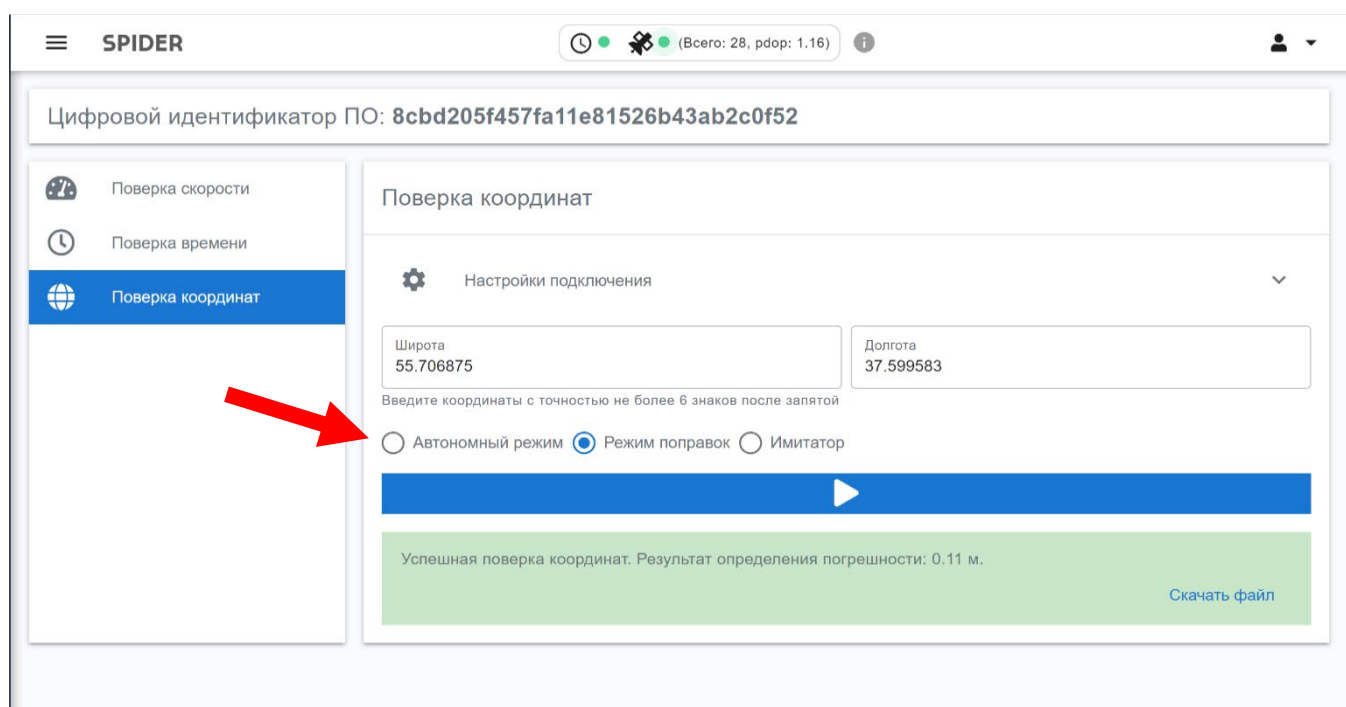

Рисунок 12 – Интерфейс проверки координат
6.7.6.2. Для проверки координат необходимо выбрать режим определения координат (см. рисунок 12). Для проверки координат в условиях радиовидимости спутников необходимо использовать режимы «Автономный режим» и «Режим поправок». Для проверки по имитатору спутниковых сигналов выбрать режим «Имитатор».